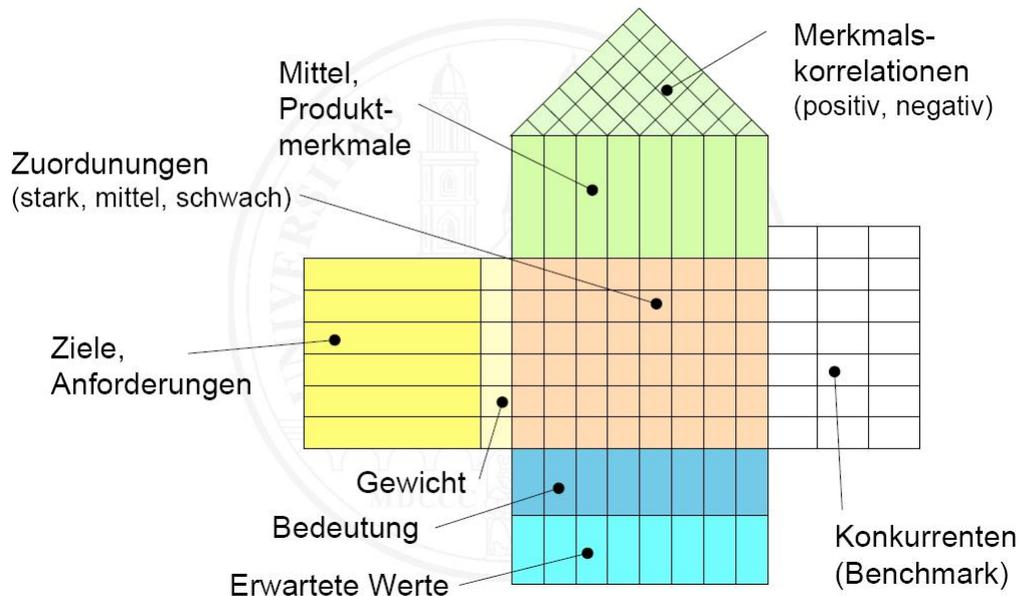

Bild 1: QFD Qualitätshaus
- o Die Benutzerbedürfnisse sollen nach folgendem Schema als “Ziele, Anforderungen” im QFD Qualitätshaus (Bild 1) dokumentiert werden.
- o Die Qualitätsmerkmale sollen nach folgendem Schema als “Mittel, Produktmerkmale” im QFD Qualitätshaus (Bild 1) dokumentiert werden.